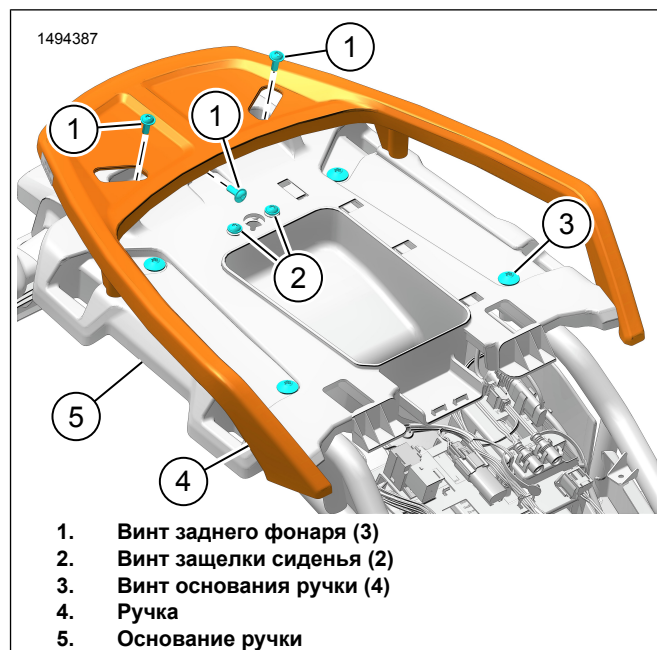

Рисунок 3. Поручень
1. См. рис. 3. Снимите винты основания ручки (3).
- a. Отсоедините разъем заднего габаритного фонаря (5).
- b. См. рис. 3. Удалите винты (1).
- a. См. рис. 3. Снимите винты защелки сиденья (2).